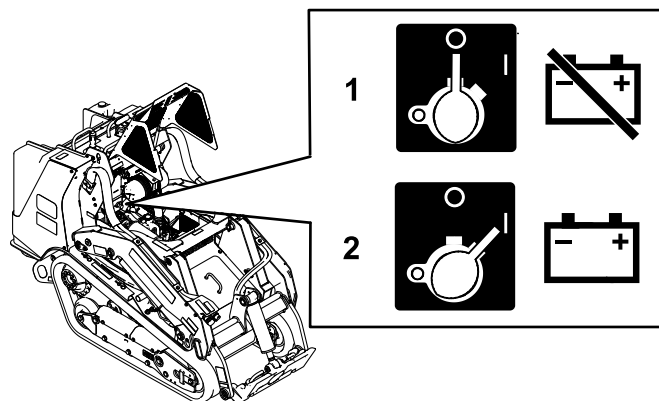

Figura 50
- Para suministrar energía eléctrica a la máquina, gire el interruptor de Desconexión de la batería en sentido horario a la posición de ENCENDIDO (Figura 50).
de Desconexión de la batería en sentido antihorario a la posición de APAGADO (Figura 50).